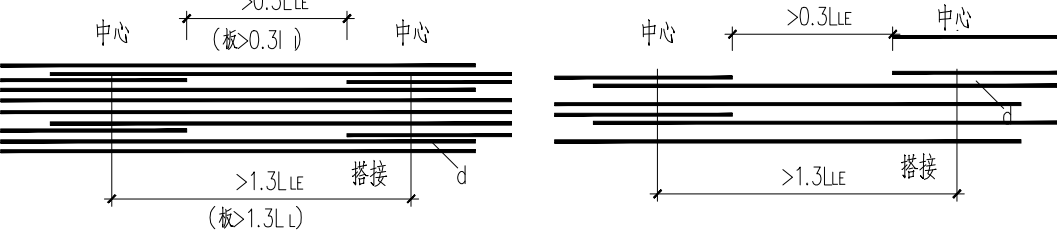

图1a. 受力钢筋搭接接头面积百分率25% 图1b. 受力钢筋搭接接头面积百分率50% 应大于200mm。当受压钢筋直径d>25mm时, 尚应在搭接接头两个端面外100mm
7.3.7同一构件中相邻纵向受力钢筋的绑扎搭接接头宜相互错开。钢筋绑扎搭接接头连接区段的长度为1.3倍搭接长度, 即1.3LlE(板为1.3Ll)。凡搭接接头中点位于该连接区段长度内的搭接接头均属于同一连接区段。位于同一连接区段内的受拉钢筋搭接接头面积百分率: 对梁类, 板类构件: ≤25%(见图1a), 对柱类构件: ≤50%(见图1b)。